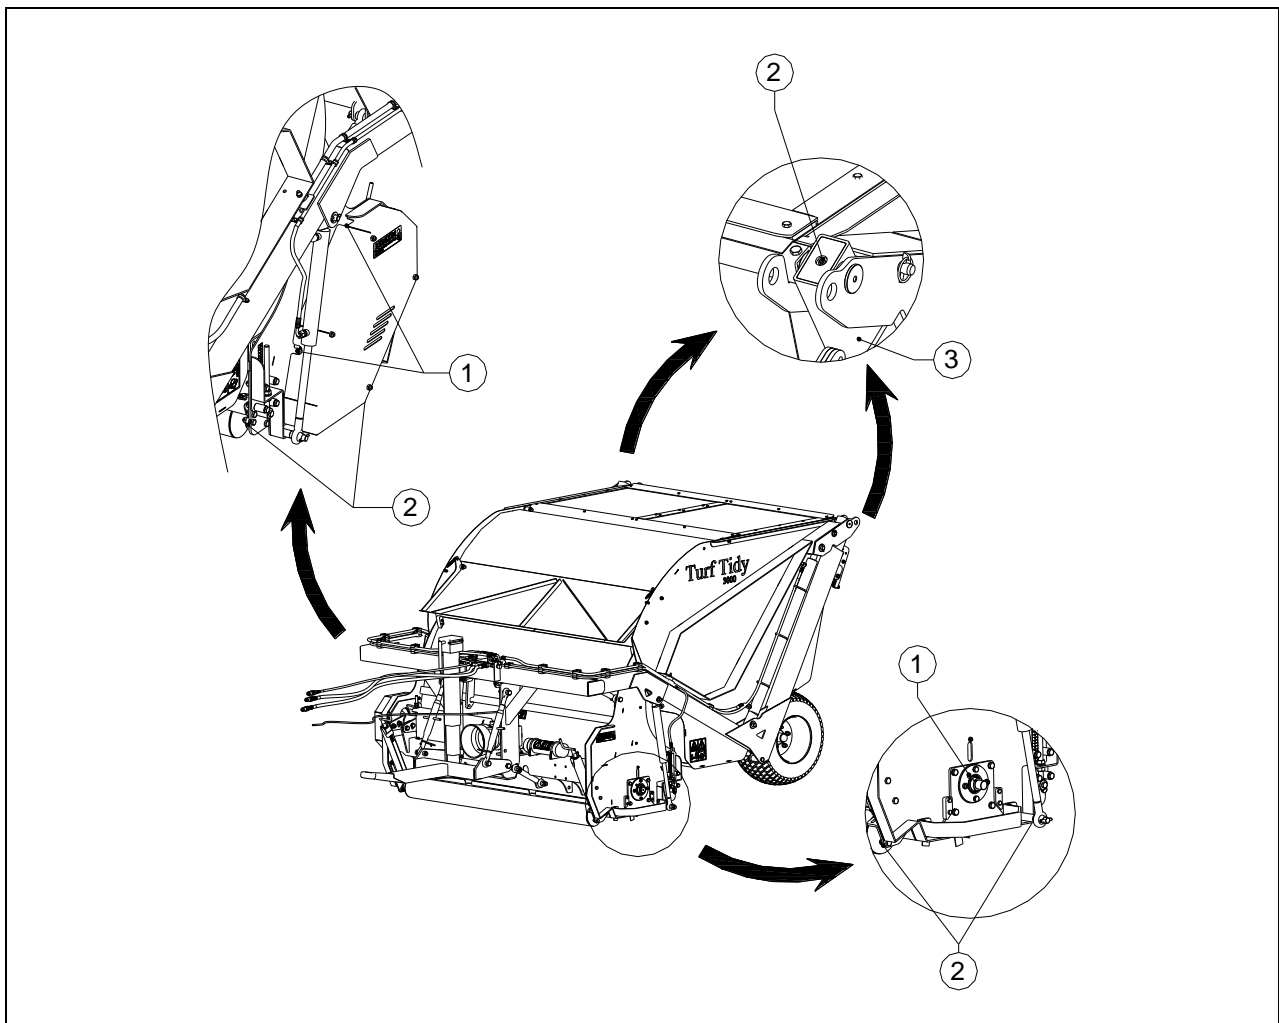

Bild 12
| Efter varje användning | <ul style="list-style-type: none"> - Rengör maskinen. - Smörj rotor- och växellagren. (1) (se bild 12) | <ul style="list-style-type: none"> - Var försiktig med lagren om en högtryckstvätt används). - 1 dos EP2 |
| Efter de första 20 driftstimmarna (ny eller reparerad) | <ul style="list-style-type: none"> - Smörj alla smörjpunkter (1&2) (se bild 12) - Kontrollera rollerlagren och drevlinjen. - Kontrollera om bultar / muttrar är lösa. - Kontrollera spänningen på V-remmarna. | <ul style="list-style-type: none"> - 1 dos EP2 - Kontrollera och byt ut om det behövs. - Dra åt lösa muttrar / bultar. - Justera spänningen på V-remmarna. Eller byt ut V-remmarna om nödvändigt. |